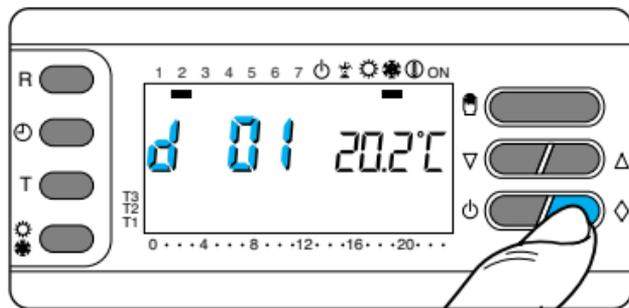

Fig. 31
5.7 - Premere due volte il pulsante \diamond (fig. 31).